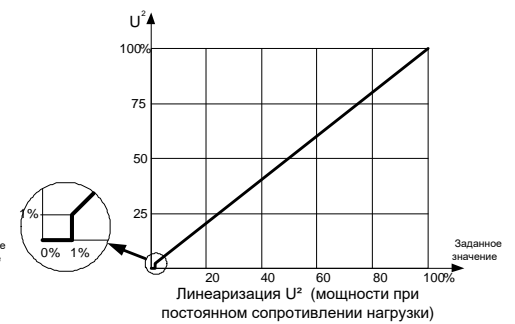

Рис. 8
- Линеаризация по мощности - мощность, выделяемая на нагрузке пропорциональна входному воздействию (при условии неизменности сопротивления нагрузки, см. рис. 8).